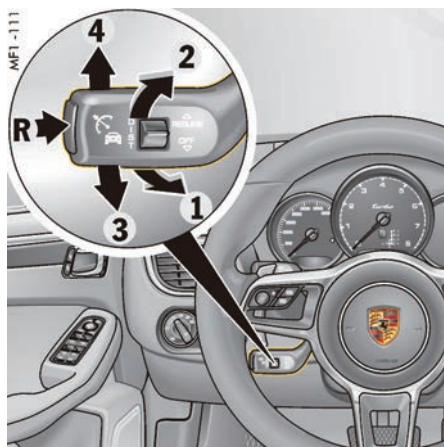

图 255: 自适应巡航定速控制系统 (ACC) 的操纵杆
1. 向前拨动方向盘上的操纵杆（第 310 页的图 255，位置 1）。